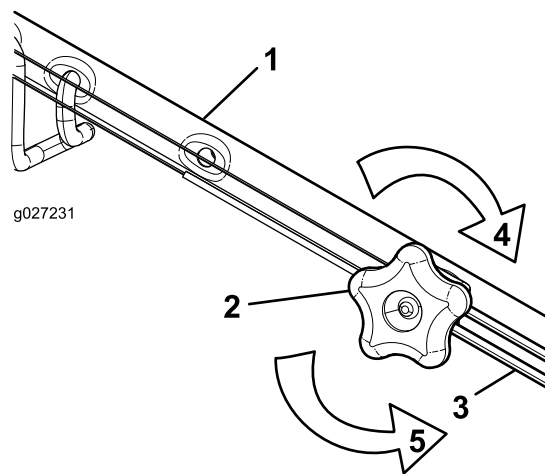

Figure 31
2. Ajustez la tension du câble (Figure 31) en le tirant en arrière ou en le poussant en avant puis en le maintenant à cette position.
1. Tournez le bouton de réglage dans le sens antihoraire pour desserrer le réglage du câble (Figure 31).